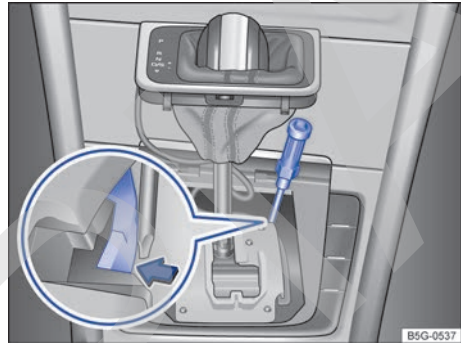
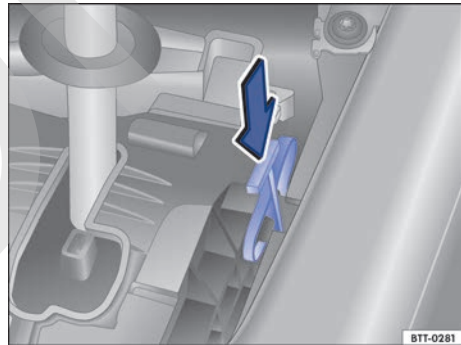

Fig. 154 Realizar un desbloqueo de emergencia del bloqueo de la palanca selectora (variante 1).
Fig. 155 Realizar un desbloqueo de emergencia del bloqueo de la palanca selectora (variante 2).
- Tire de la cubierta hacia arriba y con cuidado, por la zona del guardapolvo de la palanca selectora, junto con los cables que lleve conectados → fig. 154.
- Presione la palanca de desbloqueo con cuidado en el sentido de la flecha → fig. 154 (imagen ampliada) o → fig. 155 con la punta plana del destornillador de las herramientas de a bordo y manténgala en esta posición.